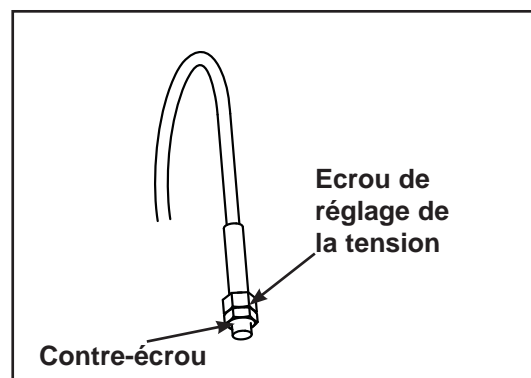

Figure 6
- 1. Réglage à contre-écrou** - Ce type de réglage utilise un contre-écrou et un écrou de réglage de la tension à l'extrémité du coinqueur mécanique flexible et constitue le réglage principal. L'autre extrémité de câble comprend généralement un réglage à goupille cylindrique. Reportez-vous aux figures 6 et 7.